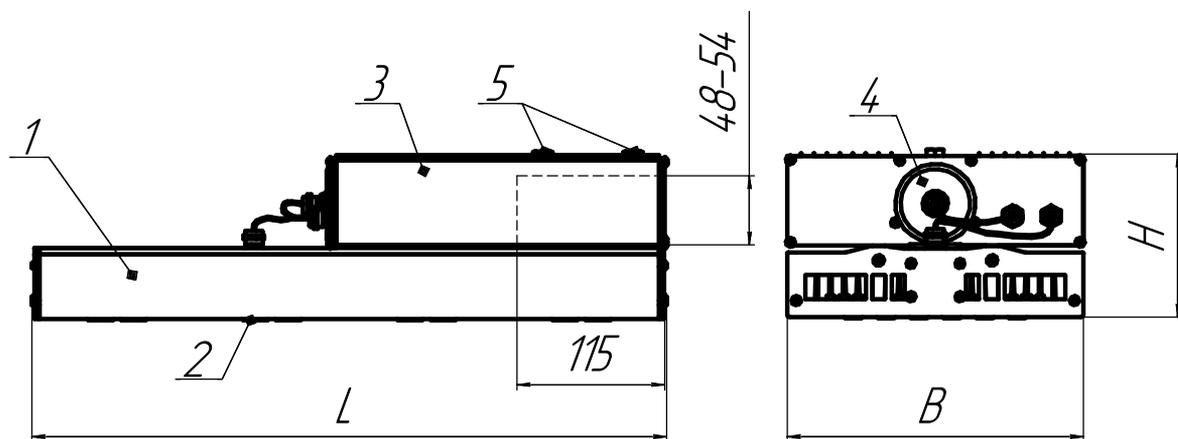

Рисунок 1 - Внешний вид и габариты светильников серии ДКУ15
5.3 Перед установкой светильника необходима извлечь заглушку кронштейна поз.4 (рисунок 1).